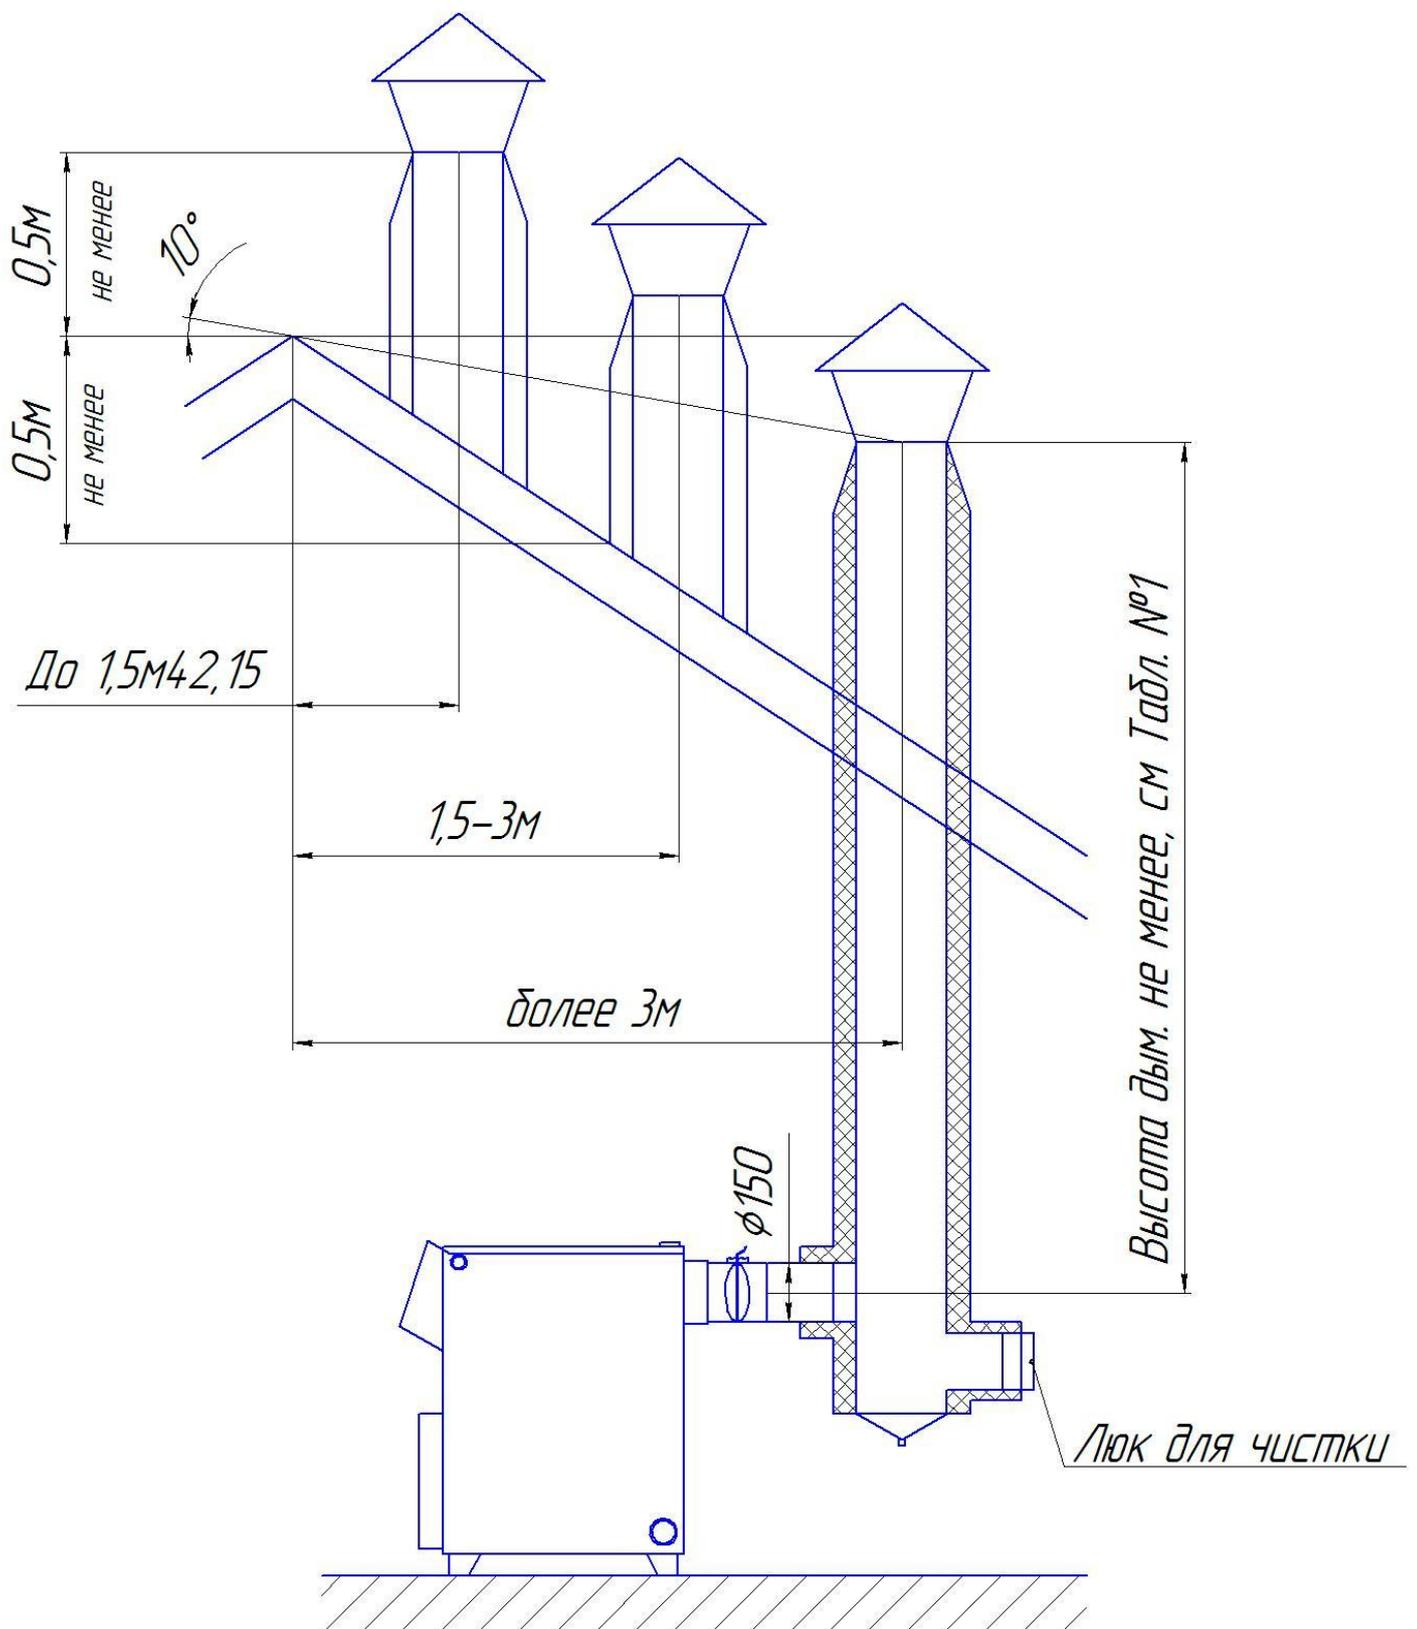

Рисунок 5. Варианты установки дымовой трубы
6.8. Установка котла и монтаж дымовой трубы должны проводиться в соответствии со СНиП 41-01-2003 как показано на рис. 5.